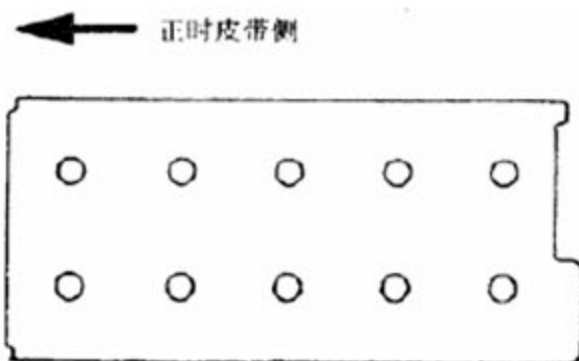

图3-32
D). 按如图 3-32 所示顺序拧紧螺栓, 直到每个螺栓达到力矩 $49\text{N} \cdot \text{m}$ 。
F). 按如图 3-32 所示顺序重新拧紧螺栓，直到每个螺栓达到力矩 $20\text{ N}\cdot\text{m}$ 。